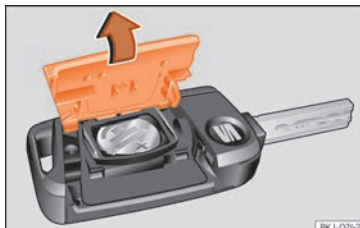

Fig. 132 Chiave del veicolo: aprire il coperchio del vano della batteria.
- Togliere il coperchio della parte posteriore della chiave del veicolo » » » **fig. 132** nella direzione indicata dalla freccia » » » **1**.
- Collocare il coperchio come illustrato » » » **fig. 132** e inserirlo nel vano batteria nella » » »